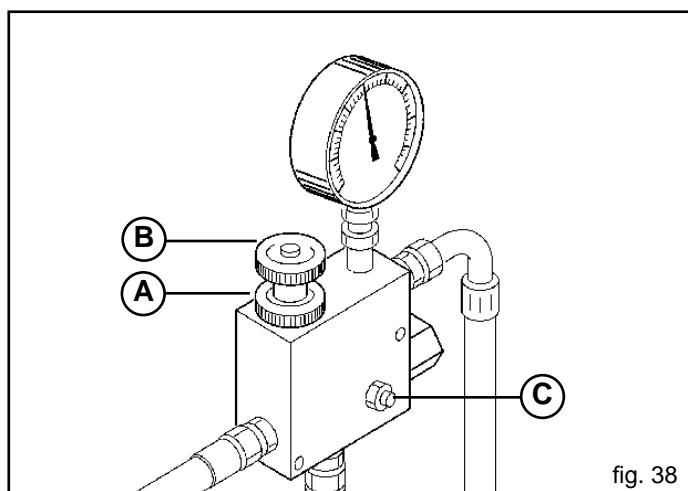

fig. 38
Wenn man die Gebläseumdrehungen für die Verteilung von schwereren Samen erhöhen will, mit Vorsicht und Achtung wie folgt vorgehen (Abb. 38):
- a) Die Feststellnmutter lockern (A, Abb. 38);
- b) Regelventil (B, Abb. 38) im Uhrzeiger- oder Gegensinn drehen um den Druck zu senken oder zu erhöhen und daher die Gebläseumdrehungen zu ändern.
Es ist für irgendwelchen Grund verboten die Höchstdruckventilschraube (C, Abb. 38) zu verstellen, da sich die Einstellung der Anlage ändern würde und deshalb Motor, Pumpenbruch -oder Gebläse verursachen.